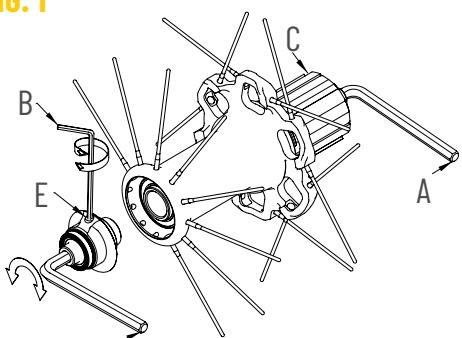

FIG. 2
Sfilate il perno del mozzo posteriore (Fig.2); il corpo ruota libera (C) potete sfilarlo dal perno per poter effettuare la manutenzione (Fig.2).
- Allentate il grano (E) con una chiave a brugola da 2mm (B) (Fig.2).
- Richiudete il grano (E). Controllate la scorrevolezza della ruota.